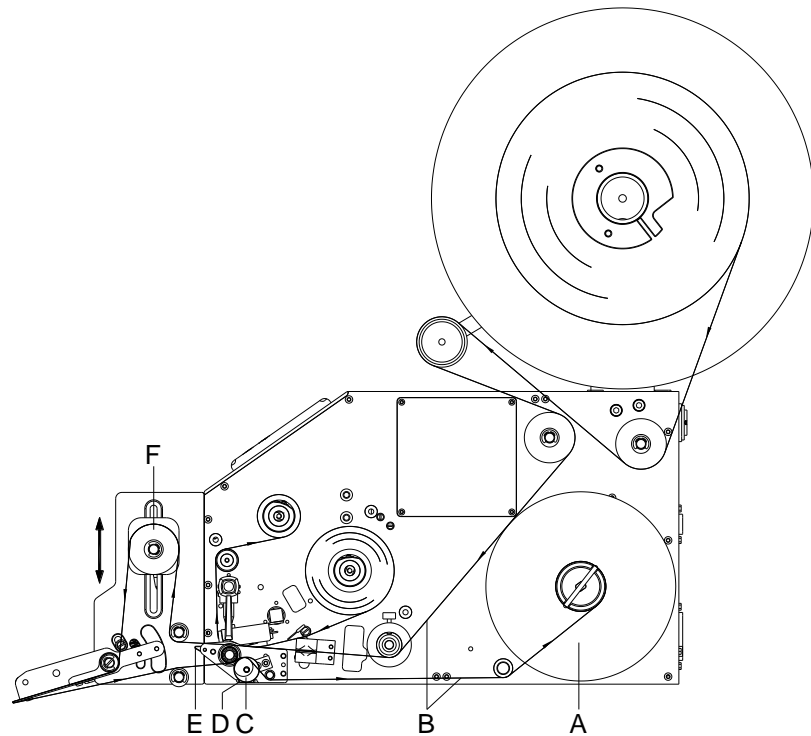

Figura 5
1. Ribaltare all'esterno la bascula di dispensazione (D, Figura 5) in avanti/sotto, tirando il pulsante del pomello zigrinato (C, Figura 5).
3. Modificare l'angolo del bordo di dispensazione (B) per quanto necessario. Spingere per questo il perno di arresto (A) lungo il foro longitudinale nella piastra di base (D). Lo spostamento verso l'alto aumenta l'angolo di dispensazione e lo spostamento verso il basso riduce l'angolo di dispensazione.
4. Fissare la posizione del perno di arresto con la vite (C). Se necessario, inserire un cacciavite ad intaglio nell'intaglio del perno di arresto (A) per poter stringere più facilmente la vite (C).
5. Ruotare il dispositivo di avvolgimento interno (A, Figura 5) del sistema di stampa, fino a che il nastro di trasferimento è di nuovo teso.
6. Premere nuovamente la bascula di dispensazione (D, Figura 5) verso l'alto fino a che si inserisce.
Per tendere il supporto di etichetta (B) sul dispositivo di avvolgimento interno (A), ribaltare via prima la bascula di dispensazione (D, Figura 5) in avanti/sotto tirando il pomello zigrinato (C, Figura 5).